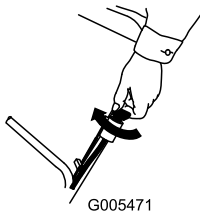
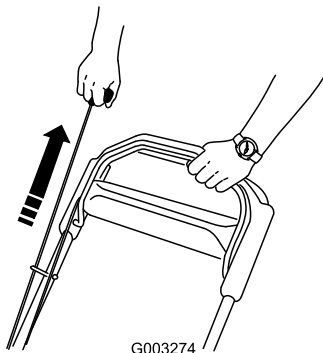

Figure 16
Figure 17
2. Tournez la clé de contact (modèles 20796 uniquement) (Figure 16) ou tirez la poignée du lanceur (Figure 17).